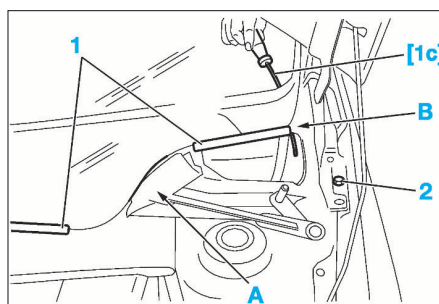
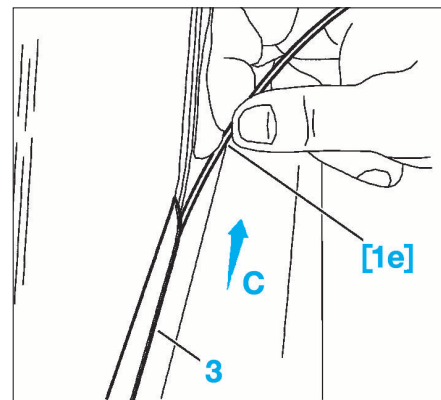

FIG. 72
FIG. 73
- Déposer les profilés (1) de bas de pare-brise (Fig.72).
- Fixer le fil de découpe [1e] sur la fixation (2).
- De chaque côté, poser du ruban adhésif en (A) afin de protéger la feuillure.
- Faire passer l'alène [1c] à travers le cordon de colle, de l'intérieur vers l'extérieur, en (B).
- Faire passer le fil de découpe [1e] sous le joint du pare-brise (3) suivant (C) sur toute la périphérie (Fig.73).
• En cas de repose du pare-brise, reposer les profilés (1) de bas de pare-brise (Fig.72) en prenant soin de respecter les marques sur le pare-brise.